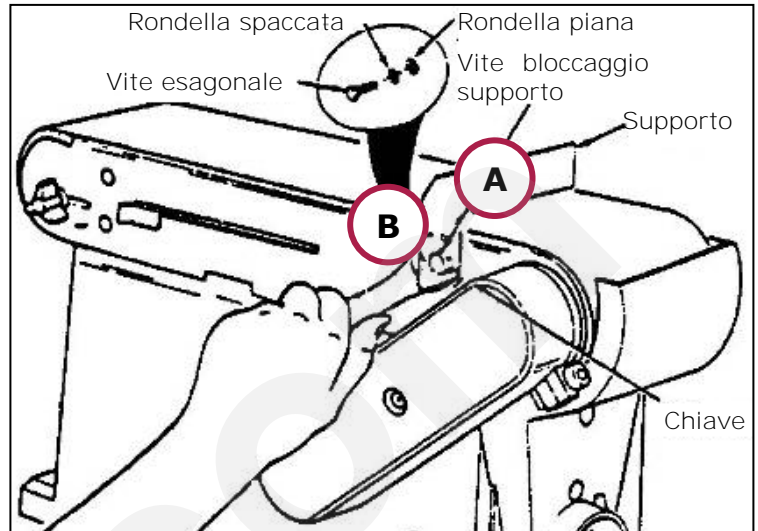

Figura 6 – Montaggio del supporto ferma - pezzo.
1. Posizionate il supporto ferma - pezzo (A) sul nastro quindi fermatelo con la vite (B) e le due rondelle fornite in dotazione, come mostrato in figura 6.
2. Fissate il supporto in posizione serrando la vite (B). Per fare ciò, utilizzate una chiave per dadi esagonali.
1. Posizionate il supporto della tavola di lavoro sotto la tavola stessa ed allineate i fori di fissaggio come mostrato in figura 6.
2. Fissate il supporto alla tavola, tramite le 3 viti di fissaggio e le rondelle fornite in dotazione, come mostrato in figura 6.